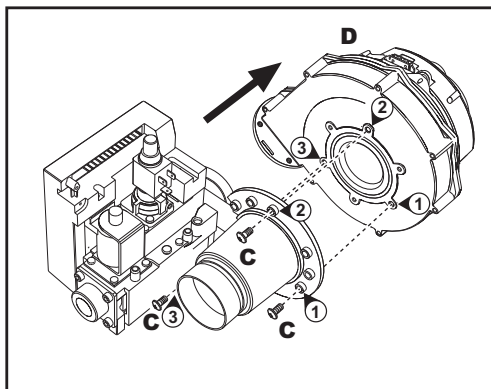

fig. 56 - modello FUTURIA POWER 125 - 250
6. Svitare le viti "C" e staccare il ventilatore "D" (fig. 56 - solo modello FUTURIA POWER 125 - 250)